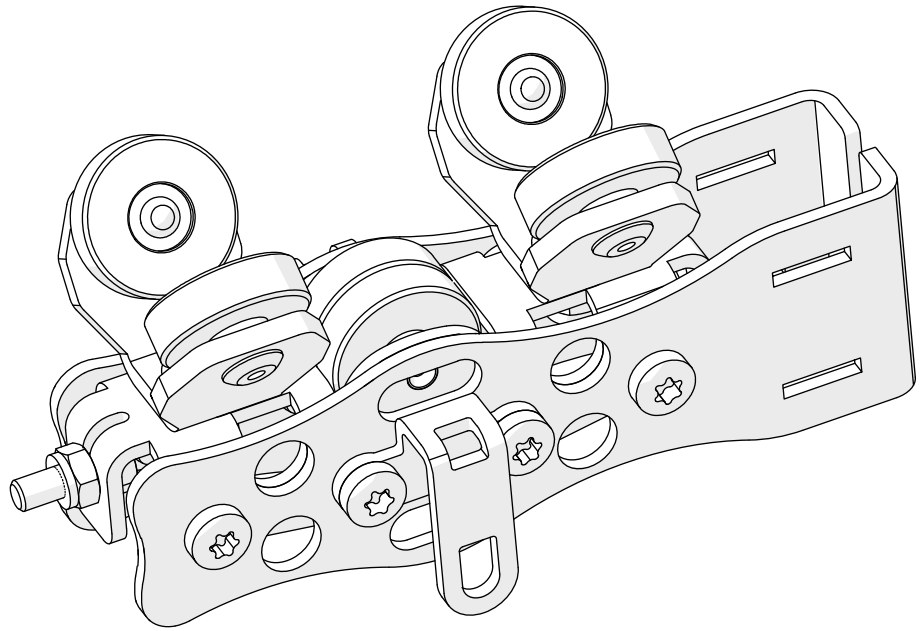

Abb. 47: Abgeschlossener Umbau zu OFFICE Zugwagen ohne Überzugbügel
- ü Der Zugwagen ist fertig montiert (siehe Abb. 47). Die Magnetplatte bzw. Magnetgegenplatte wird nach dem Aufhängen der Außenlagen befestigt (siehe auch *Kapitel 5.6.2 Außenlagen an OFFICE-Zugwagen* [► S. 69]).